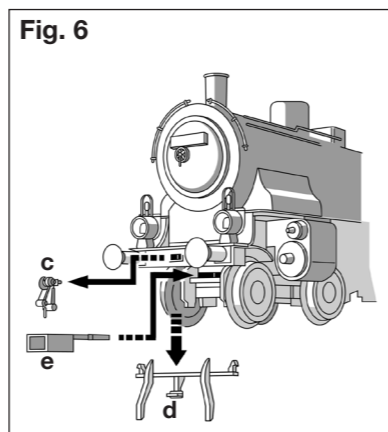

Fig. 6
Jetzt kann die PROFI-Kupplung in die Kupplungsdeichsel eingesteckt werden (Fig. 6).
**Exchanging the coupling at the front:** A coupling can be mounted on the front end of the loco as well. A PROFI-coupling and coupling bar are included. Remove the train hook **c** and rail guards **d** by simply pulling them out. Insert the coupling bar **e** into the front bogie, clipping it into position. Finally, the PROFI-coupling can be clipped into the coupling bar (Fig. 6). **Clip-in exchange coupling: 6511** • **FLEISCHMANN PROFI clip-in coupling: 6515** **Exchange coupling of tender:** 1. Pull off in direction of arrow. • 2. Insert exchange coupling in direction of arrow until clipped into position. • **Clip-in exchange coupling: 6511** • **FLEISCHMANN PROFI clip-in coupling: 6515**
**Attelage à l'avant:** Il est aussi possible de monter un attelage en tête de locomotive grâce à l'attelage PROFI et le timon d'attelage fournis. Retirer le crochet d'attelage **c** et le chasse-pierres **d** tout simplement en les tirant. Introduire le timon d'attelage **e** dans le bogie avant et l'enclipser. Ensuite, enclipser l'attelage PROFI dans le timon d'attelage (fig. 6). • **Attelage à emboîtement d'autres marques: 6511** • **FLEISCHMANN PROFI-attelage à emboîtement: 6515** • **Changement des attelages au tender:** 1. Retirer dans le sens de la flèche. 2. Remplacer le nouvel attelage jusqu'à enclenchement de la butée. • **Attelage à emboîtement d'autres marques: 6511** • **FLEISCHMANN PROFI-attelage à emboîtement: 6515**
**Het vervangen van de koppeling aan de voorzijde:** Ook aan de voorzijde van de loc kan een koppeling worden gemonteerd. Hiertoe worden een PROF1-koppeling en een koppelingsadapter bijgeleverd. Trekhaak **c** en sneeuwuurmer **d** voorzichtig losnemen. De koppelingsadapter **e** in het voorste draaisiel klikken. Vervolgens kan de PROF1-koppeling in de koppelingsadapter worden gestoken (fig. 6).
**Sostituzione del gancio sul lato frontale:** È possibile montare un gancio anche sul lato frontale della locomotiva. La confezione include un gancio PROF1 e un timone. Rimuovere il gancio di trazione **c** e il cacciapietra **d** (è sufficiente estrarli). Inserire il timone **e** nel carrello anteriore fino a bloccaggio avvenuto. Infine inserire il gancio PROF1 nel timone (fig. 6).